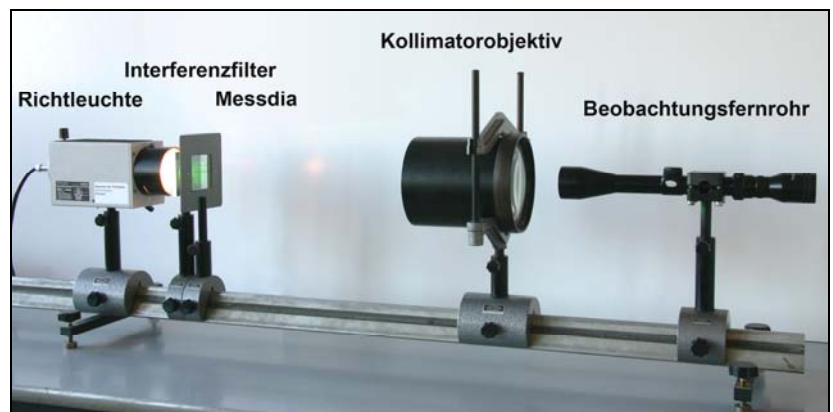

Abbildung 2 Justierung des Kollimators mit Zielfernrohr
- Das Messdia wird durch das Kollimatoroptik (Orientierung beachten) nach unendlich abgebildet. Durch den Einsatz eines Interferenzfilters wird nur ein schmaler Wellenlängenbereich von etwa 10 nm des Lichtes ausgekoppelt. Zur Prüfung des Kollimators wird ein Zielfernrohr eingesetzt (Abbildung 2) – dabei ist auf eine parallaxenfreie Einstellung zu achten. Diese liegt vor, wenn sich bei seitlicher Bewegung des Auges Fadenkreuz und Bild nicht zueinander verschieben! Hinweis: Der Abstand der Austrittspupille bei einem Zielfernrohr beträgt etwa 80 mm.